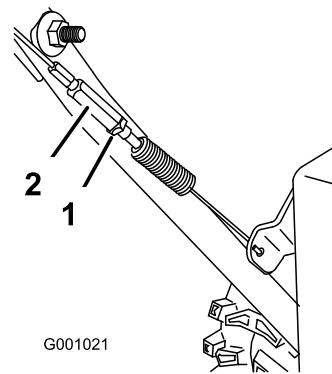

Figure 24
3. Resserrez l'écrou de blocage (Figure 24).